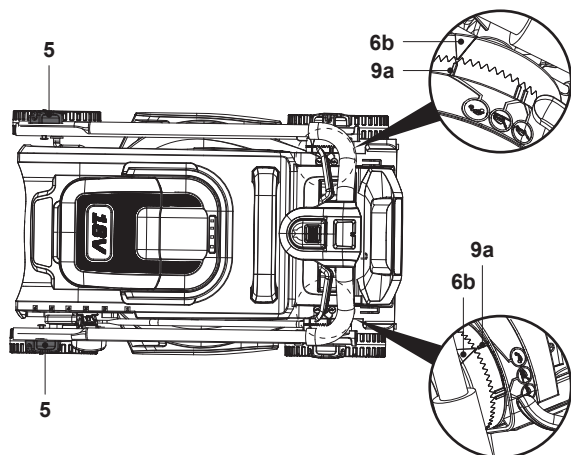

Fig. 26
9. Pour gagner de la place, il est également possible de replier le guidon supérieur, de fixer les raccords (5, 8) et de s'assurer que le triangle de repère (6b) est aligné sur l'indicateur de stationnement (9a) afin d'éviter toute dispersion (Fig. 26).